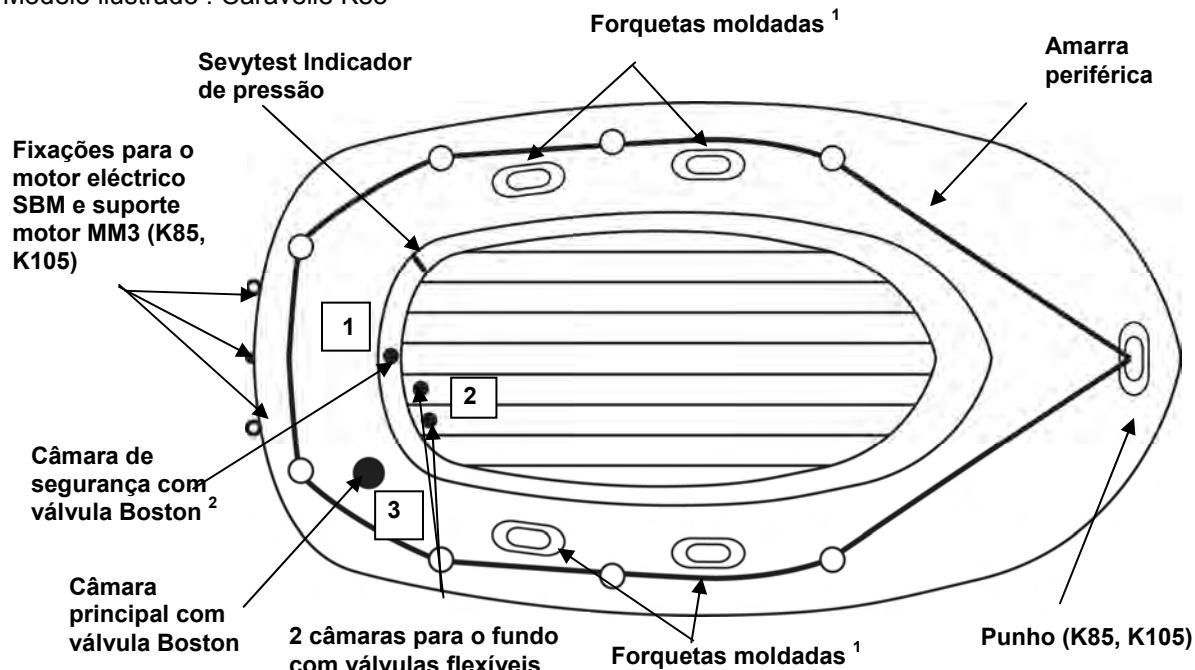

Figura 1
- Válvula(s) Boston (figura ao lado): desaparafuse a tampa da válvula (1), aparafuse o corpo da válvula (2) na base da válvula (3); mantenha esta a tampa acessível. Introduza a extremidade do tubo da bomba na válvula e encha até atingir o nível de pressão recomendado (ver ponto 3). Após o enchimento, fechar bem todas as válvulas com as suas tampas (no sentido dos ponteiros do relógio). **N.B.:** uma ligeira fuga de ar antes do fecho das válvulas com as suas tampas é normal. Apenas a tampa das válvulas assegura a **ESTANQUIDADE**.
2. Encha o barco segundo a ordem de enchimento indicada na placa matrícula impressa no barco (ver também a figura 1, a numeração das válvulas).
3. Nível de pressão máxima: **a pressão de utilização deste produto é de: 0,06 bar (= 60 mbar). Não a ultrapassa.** O seu barco está equipado com um indicador de pressão Sevytest que permite verificar a pressão. Encher primeiro a câmara de segurança (ver figura 1) até à marca "+" do Sevytest e depois a câmara principal (ver figura 1) até à marca "-". **Sobrepressão:** esvazie até atingir o nível de pressão recomendado. **Baixa de pressão:** volte a encher ligeiramente. **N.B.:** acontece que o indicador de pressão SEVYTEST não regressa à sua posição inicial após enchimentos frequentes devido a um alongamento do PVC sob a influência da pressão de enchimento. Mas, ainda assim, pode verificar se ele está posicionado nos limites dos níveis de pressão recomendados.